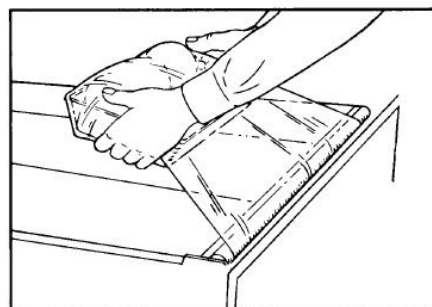

Fig. 5
4. En un movimiento continuo, jale la película hacia arriba y sobre el producto para empaquetarlo y doble 2" (5.08 cm) y 3" (7.62 cm) de la película debajo del paquete. (Fig. 5).